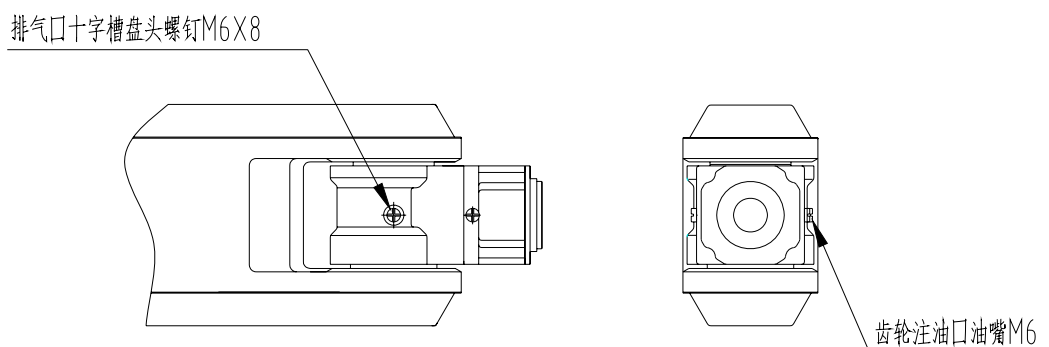

图 18 J6 轴齿轮箱体局部结构
- ① 取下排气口的螺丝堵；
- ② 用油枪从齿轮箱的注油口注油（参考图 18 J6 轴齿轮箱体局部结构）；